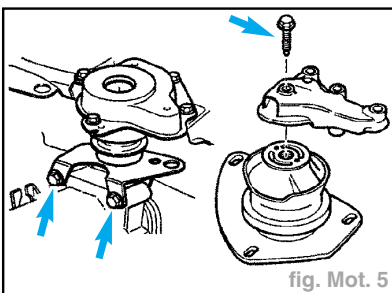

fig. Mot. 5
- Dévisser l'ensemble mécanique du palier de BV et du palier de moteur (fig. Mot. 5).